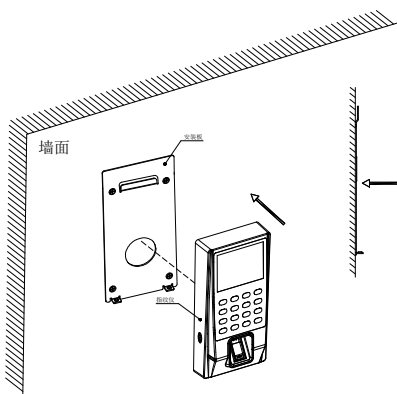

图 5-1
- 1、把连接好的数据线和电源线等整理好后并放入86\*86电工接线盒内,将指纹仪往安装板上靠,如图5-1所示